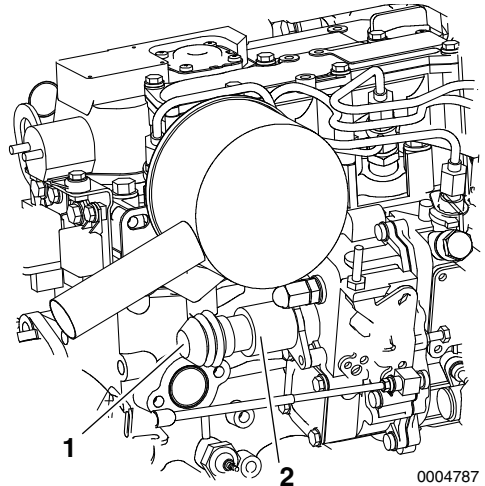

Figure 4
Si vous ne pouvez pas arrêter le moteur avec l'interrupteur d'arrêt sur le panneau, arrêtez-le en appuyant sur le bouton **(Figure 4, (1))** à l'arrière de la tubulure d'arrêt**(Figure 4, (2))**.